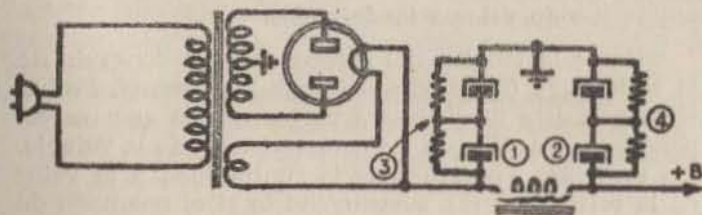

Fig. 16.—Hierven los condensadores electrolíticos
Sustitúyase el condensador electrolítico (1) por otro de aislamiento mayor o conéctese otro en serie con el existente (fig. 16).